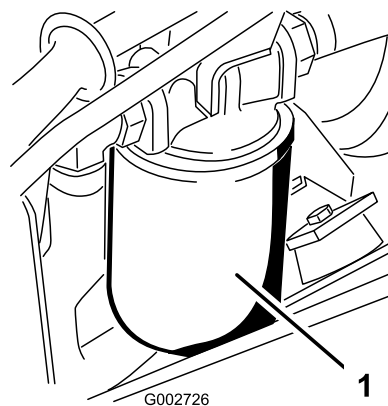

Bild 40
3. Stellen Sie eine Auffangwanne unter den Hydraulikölfilter, der sich links an der Maschine befindet (Bild 40).